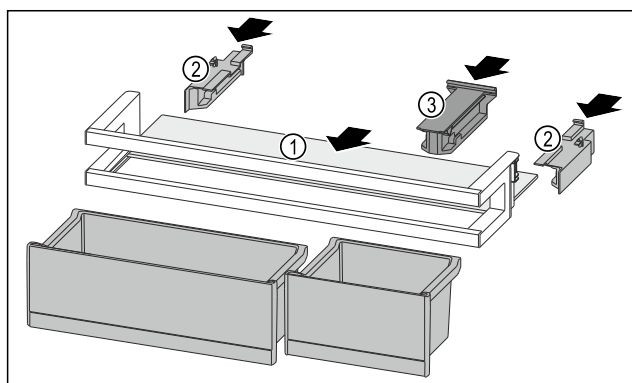

Fig. 103
- Inserire il ripiano Fig. 103 (1) negli incavi laterali.
- Inserire gli elementi laterali Fig. 103 (2).
- Inserire l'elemento di tenuta Fig. 103 (3).